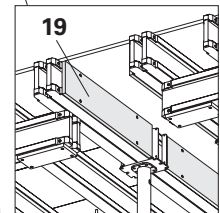

Fig. A5.07a
Fissare strisce di manto (19) come appoggio. (Fig. A5.07a)